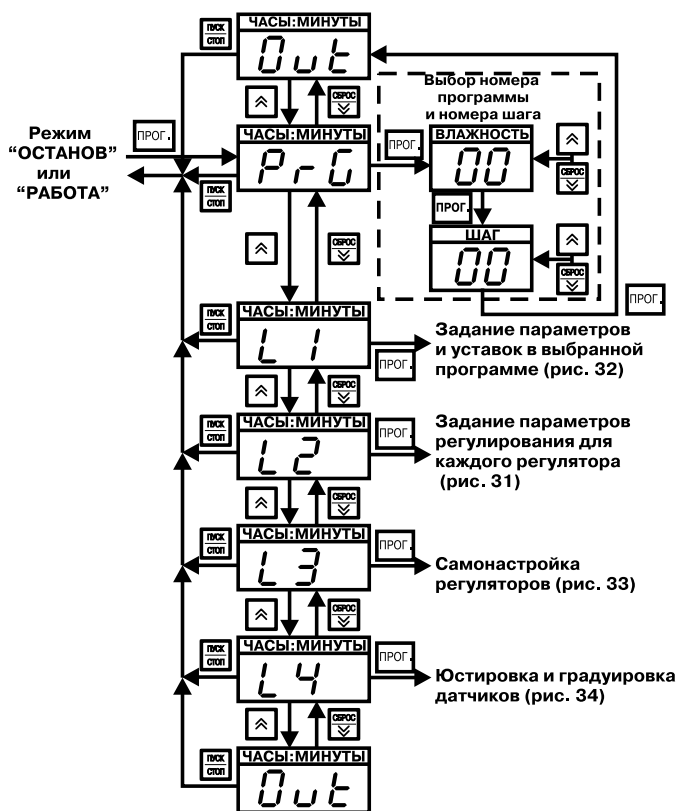

Рис. 29. Основное меню режима ПРОГРАММИРОВАНИЕ
4.2.2.1. **Схема основного меню режима ПРОГРАММИРОВАНИЕ**, а также меню подрежима выбора программы для исполнения изображены на **рис. 29**. По
Для выбора уровня программирования необходимо после появления сообщения «PrG» (см. **рис. 29**) нажать кнопку (вверх), прибор перейдет на уровень L1; дальнейшее нажатие этой кнопки позволяет последовательно перейти на уровни программирования L2, L3, L4 и далее в «нижнее» состояние «Out» основного меню (означает окончание списка параметров, в данном случае – списка уровней программирования). При этом на индикаторе «ЧАСЫ:МИНУТЫ» высвечивается наименование каждого уровня и состояния.
Нажатием кнопки осуществляется обратный переход от уровня L4 к уровням L3, L2, L1, «PrG» и далее в «верхнее» состояние «Out» основного меню (см. **рис. 29**).
4.2.2.3. Для перехода в подрежим выбора программы (шага) для исполнения необходимо после появления сообщения «PrG» (см. **рис. 29**) нажать кнопку . Прибор перейдет в подрежим выбора программы (шага) для исполнения (см. **рис. 29**, справа сверху обведенную пунктиром часть схемы). При этом на индикаторе «ВЛАЖНОСТЬ, %» индицируется номер программы.
Если программа должна выполняться не с первого шага, то, нажав кнопку (см. **рис. 29**), устанавливают кнопками (вверх) и номера шага, с которого начнется выполнение программы; при этом на индикаторе «ШАГ» высвечивается номер шага. Для выхода из подрежима выбора программы (шага) для исполнения надо нажать кнопку – происходит переход в «верхнее» состояние «Out», при этом на индикаторе «ВЛАЖНОСТЬ, %» высвечиваются прочерки, а на индикаторе «ЧАСЫ:МИНУТЫ» появляется надпись «Out». Для последующего выхода из режима ПРОГРАММИРОВАНИЕ надо еще раз нажать кнопку .
Для входа в уровень L2 необходимо, находясь в основном меню на мигающем «L2», нажать кнопку **ПРОГ.** На сдвоенном индикаторе «ЧАСЫ:МИНУТЫ» будет гореть надпись «Cod», на индикаторе «ПАРАМЕТР» будет мигать произвольное число (на рис. 29 число «000» изображено условно), на самом нижнем индикаторе отображается обозначение уровня L2.